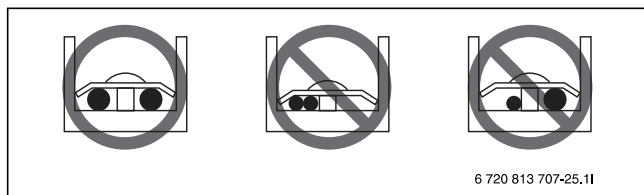

Bild 29
- ▶ Vid anslutning av lika grova kablar, se figuren (→ Bild 29).